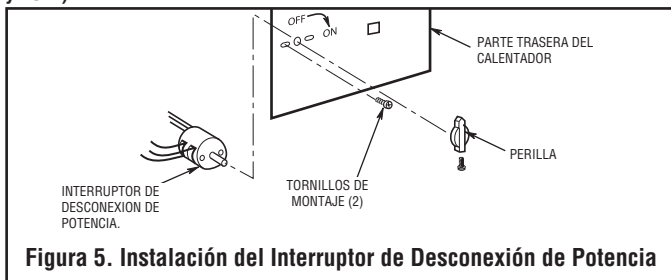

Figura 5. Instalación del Interruptor de Desconexión de Potencia
3. Instale el interruptor de desconexión de potencia con los dos tornillos de montaje, como se muestra en la Figura 5.